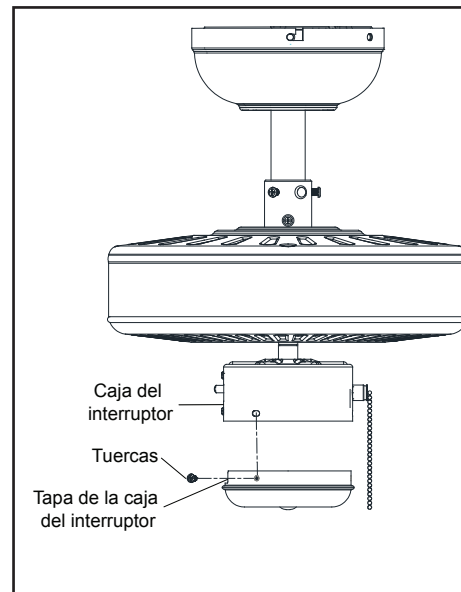

Figura 10
6. Coloque la tapa de la caja del interruptor sobre la caja del interruptor e instale los tornillos. (Figura 10)